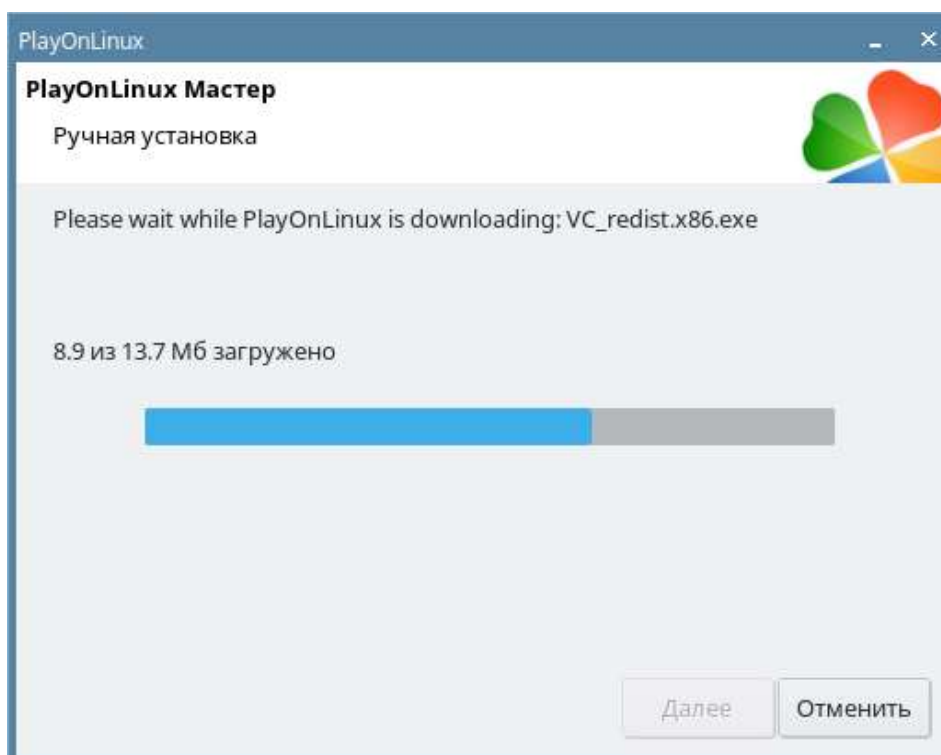

Рис. 9.35 Установка библиотек
14. Программа скачает из репозитория и установит свободно распространяемые библиотеки (Рис. 9.35).